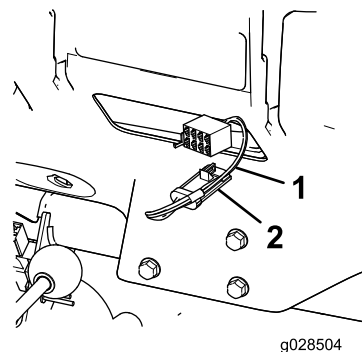

図 12
2. ワイヤハーネスアダプタの4ピンコネクタを、コントロールコンソールのハーネスの4口コネクタに接続する 図 12。